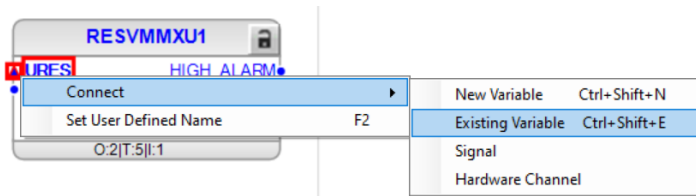

Imagen 124_Asignación de variable a la entrada URES del bloque RESVMMXU1.
2.3.11 Después vamos a conectar una variable a la entrada del bloque dando clic derecho a “URES” posteriormente seleccionamos “Connect - Existing Variable” como en la **Imagen 124**.